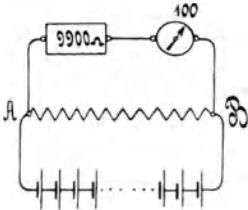

Fig. 9.
66. Einem 100 ohmigen Galvanometer sind 9900 [8900] (4900) Ω vorgeschaltet (Fig. 9). Welche Spannung herrscht zwischen den Punkten A und B, wenn das Galvanometer 110 [125] (145) Skalenteile Ausschlag anzeigt?
69. Die Spannung zwischen A und B (Fig. 9) beträgt schätzungsweise 25 [40] (150) V. Welcher Widerstand muß dem 100 Ω Galvanometer vorgeschaltet werden, damit dann 150° Ausschlag entstehen, und wie groß ist die Spannung in Wirklichkeit, wenn das Galvanometer nur 149° anzeigt?